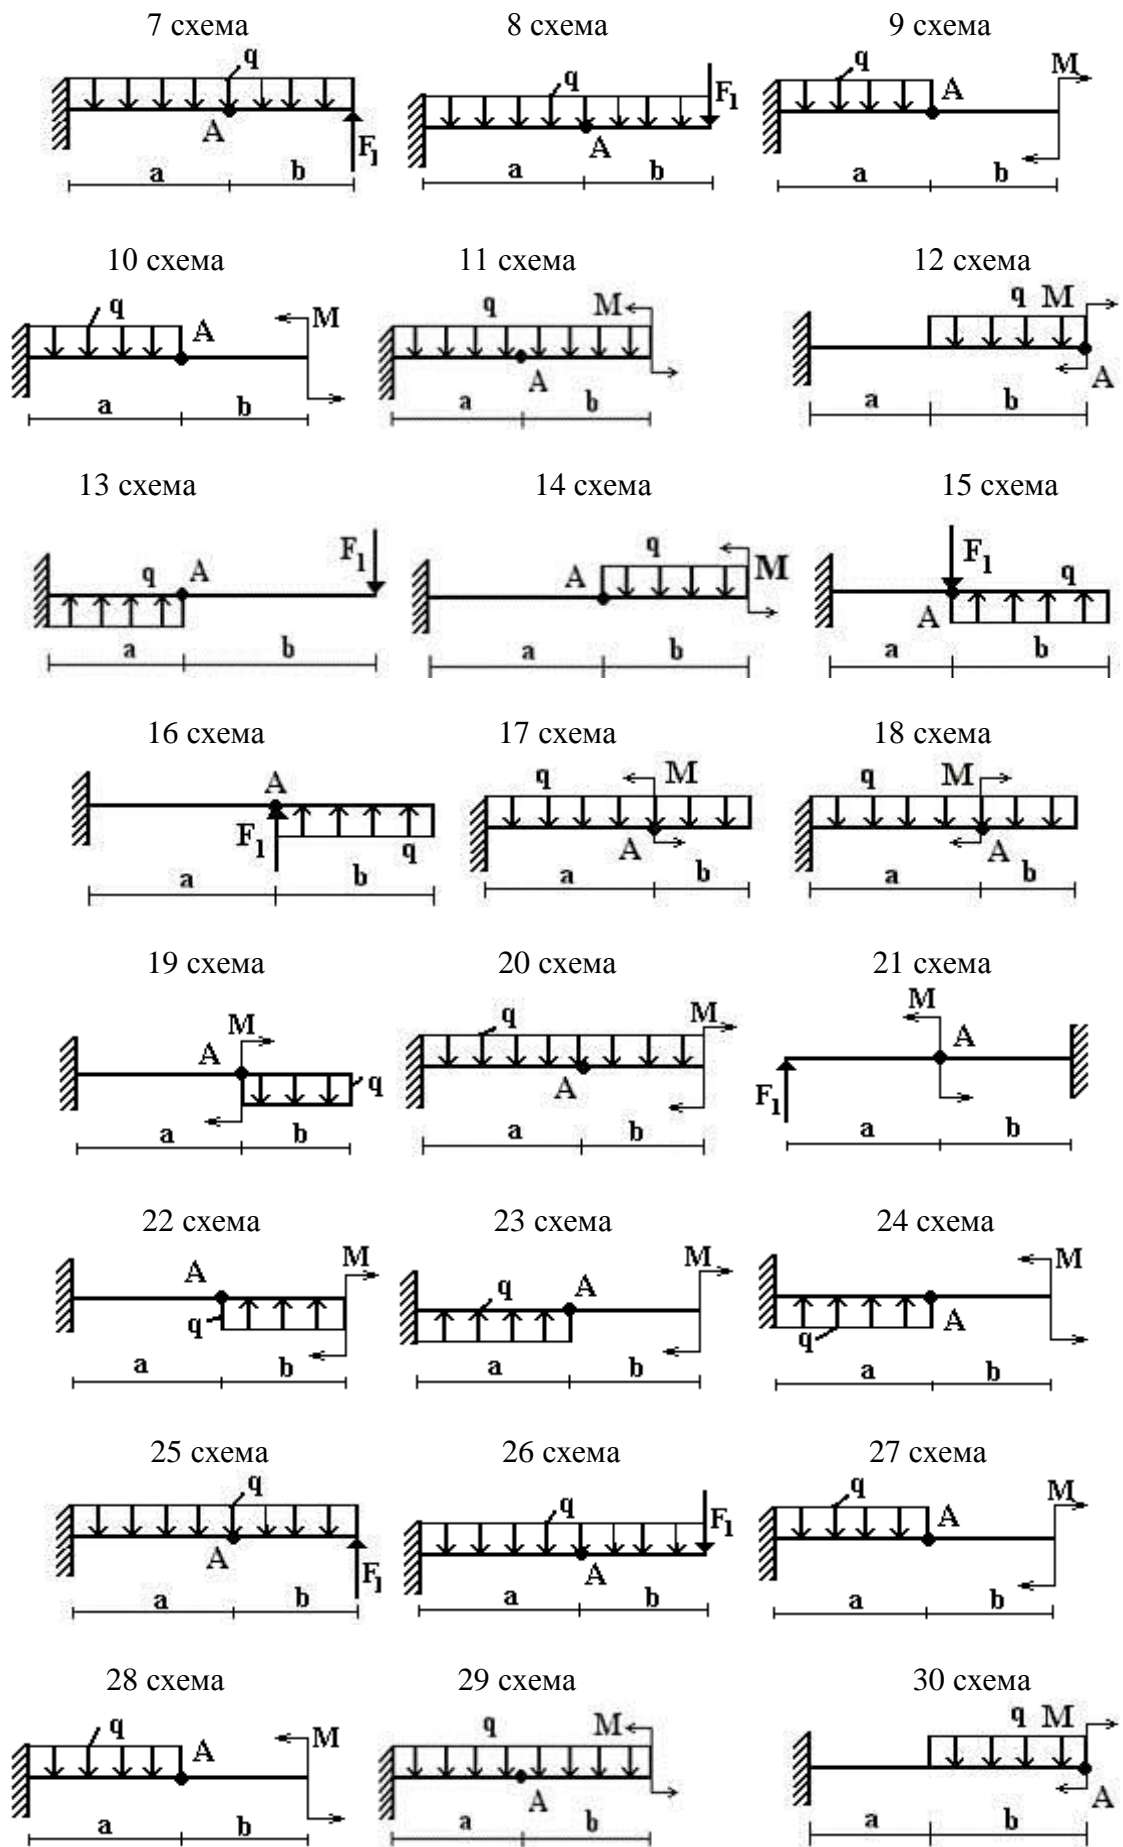

Рис. 3.1
**ЗАДАНИЕ 3.1.** Для деревянной балки с размерами поперечного сечения 20х20 см (рис. 3.1) требуется определить прогиб сечения А; принять  $E=1 \cdot 10^4$  МПа.